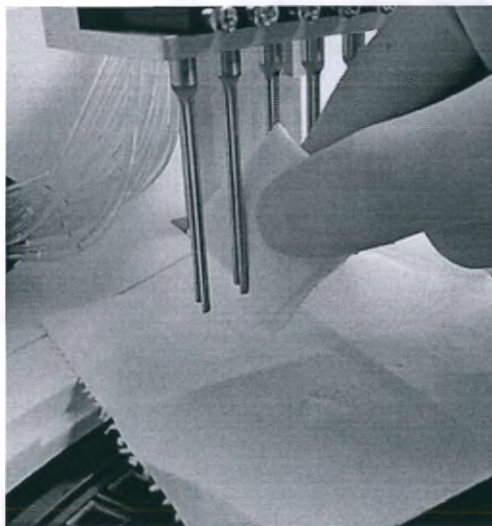

Рисунок 156 – Очистка моющего механизма
2) Пинцетом возьмите марлю, смоченную дистиллированной водой, затем протрите поверхность каждого зонда механизма промывки сверху вниз, пока она не станет чистой, без остатков образовавшихся загрязнений. (См. рисунок 156.)